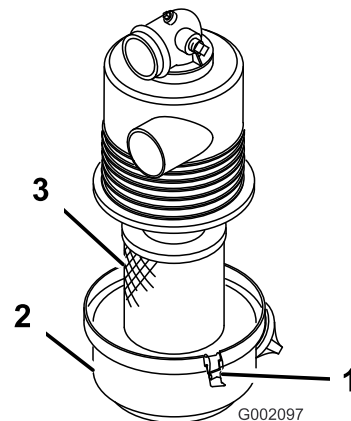

Figura 12
1. Inspeccione la carcasa del limpiador de aire por si hubiera daños, que podrían causar una fuga de aire. Asegúrese de que la tapa hace un buen sello alrededor de la carcasa del limpiador de aire (Figura 12).
2. Abra los enganches que sujetan la tapa del filtro de aire a la carcasa del filtro de aire (Figura 12).
3. Separe la tapa del filtro de aire de la carcasa del filtro de aire, y limpie el interior de la tapa (Figura 12).
3. Instale el elemento del filtro de aire en la carcasa del filtro de aire (Figura 12).
4. Alinee la tapa del limpiador de aire con la carcasa del limpiador de aire (Figura 12).
5. Sujete la tapa a la carcasa con los enganches (Figura 12).